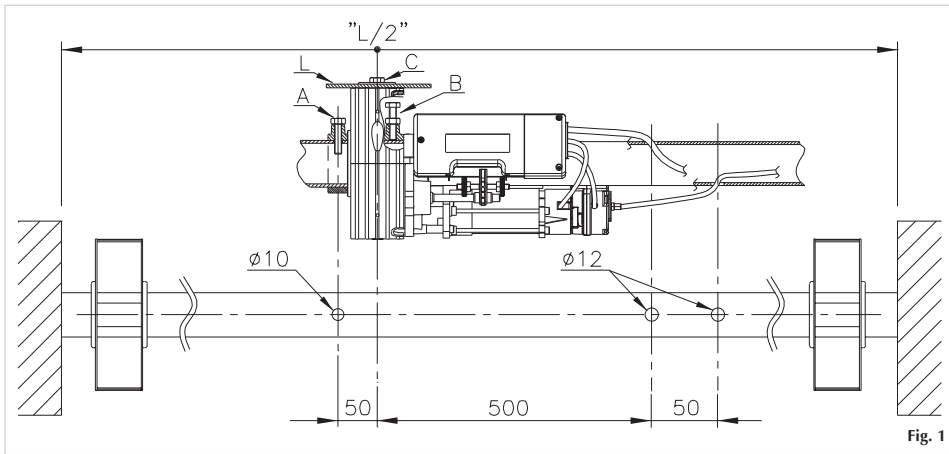
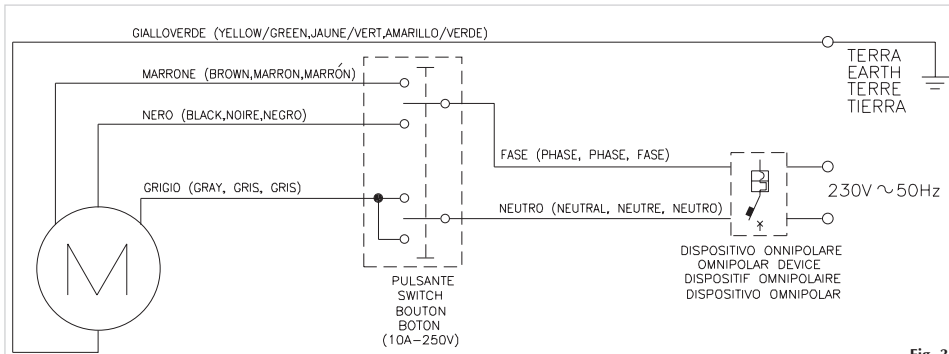
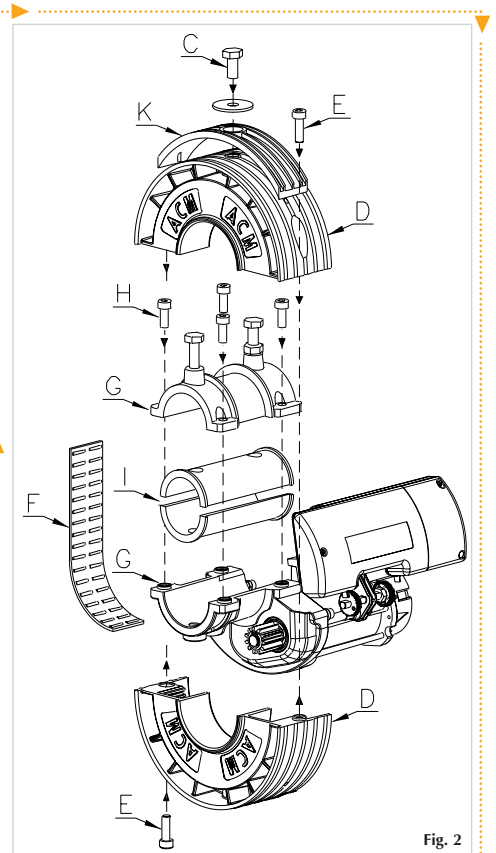

Fig. 1
Fig. 3
Fig. 2
- 2) Eseguire sull'albero della serranda le tre forature indicate nella fig.1.
- 3) Rimuovere la vite M10 (C) dalla corona del motoriduttore (vedi fig.2).
- 5) Togliere delicatamente la fascia a rulli (F) evitando piegamenti che causerebbero la fuoriuscita dei rullini (vedi fig.2).
- 6) Separare i due elementi del motoriduttore (G) svitando le quattro viti M8 (H).
- 13) Effettuare un foro di 12mm nell'ultimo elemento della serranda (L) in corrispondenza del foro filettato M10 già esistente sulla corona del motoriduttore.
- 14) Portare l'ultimo elemento della serranda sul motoriduttore e fissarlo mediante la vite M10 (C) con rondella (vedi fig. 1).
- 15) Eseguire i collegamenti elettrici mostrati in fig. 3 passando il cavo di alimentazione 4x1 mm in dotazione, all'interno dell'albero della serranda evitando qualsiasi contatto con le parti in movimento (fig.1). In presenza di motoriduttore con elettrofreno, inserire la guaina del freno all'interno dell'altro foro Ø12.
- 21) Nel caso di installazione contraria rispetto alla fig.1 agire in modo diverso a quanto descritto poiché il microinterruttore 2 fermerà la discesa mentre il microinterruttore 1 fermerà la salita.
- 2) Effectuer sur l'arbre du rideau les trois crevaisons comme indiqué en fig.1.
- 3) Déplacer la vis M10 (C) de la couronne du motoréducteur.
- 4) Démontez la couronne (D) en dévissant les deux vis M8 (E) comme indiqué en fig.2.
- 5) Enlever délicatement la bande en plastique avec roulements (F), en faisant très attention à éviter les pliages qui causeraient l'écoulement des roulements.
- 6) Séparer les deux éléments (G) du motoréducteur en dévissant les quatre vis M8 (H).
- 7) Dans le cas où l'arbre du rideau est inférieur à 60mm tirer profit des appropriés manchons de réduction Ø33 / Ø42 / Ø48 (I) en leur donnant une position en rapport au trou d'un diamètre de 10mm effectué auparavant (Fig.1).
- 8) Accoupler sur le tube du rideau le corps inférieur avec le corps supérieur par les quatre vis M8 (H) enlevées précédemment.
- 9) Visser la vis M10 (A) privée de l'écrou hexagonal et la faire pénétrer à l'intérieur de la fibre du rideau dans le trou de 10mm (Fig.1).
- 10) Visser la vis M10 avec l'écrou (B) de manière à bloquer le motoréducteur sur l'arbre et serrer le susdit écrou.
- 11) Appliquer dans la plate appropriée la bande en plastic avec roulements (F).
- 12) Appliquer les demi couronnes (D) avec les deux vis M8 (E). En présence de boîtes à ressorts diamètre 220 mm il est nécessaire de monter les adaptateur (K) (voir figure 2).
- 13) Effectuer un trou de 12mm dans le dernier élément du rideau (L), en correspondance du trou pasement M10 déjà existant dans la couronne du moteur.
- 14) Fixer le dernier élément du rideau sur le moteur avec la vise M10 (C) et la rondelle (Fig.1).
- 15) Faire les connexions électriques comme indiqué en fig.3 en passant le cable 4x1 mm donné en dotation à l'intérieur de arbre du rideau tout en évitant tout contact avec les parties tournantes (Fig.1). En présence de moteur avec de l'électro-frein, introduire la gaine du frein à l'intérieur du second trou Ø12.
- 21) Dans le cas d'une installation contraire par rapport à la Fig.1, agir de manière inverse à ce qui a été décrit vu que le microinterrupteur 2 arrêtera la descente tandis que le microinterrupteur 1 arrêtera la montée.
- 2) Effect on the tube of the shutter 3 perforations as shown in figure 1.
- 3) Remove the M10 screw (C) from the crown of the gearmotor (see fig.2)
- 4) Remove the two semi-crown (D) unscrewing the two M8 screws (E) as shown in figure 2.
- 5) Carefully remove the plastic band with rolls (F) avoiding heavy folds that would cause the spillage of the rolls.
- 6) Separate the two elements of the gearmotor (G) unscrewing the four M8 screws (H).
- 7) In case the diameter of the tube is inferior to 60mm, use the reductions Ø33 / Ø42 / Ø48 (I) positioning them on the 10mm hole drilled previously (see figure 1).
- 8) Assemble on the tube of the shutter the two elements of the gearmotor (G) using the four M8 screws (H) removed before.